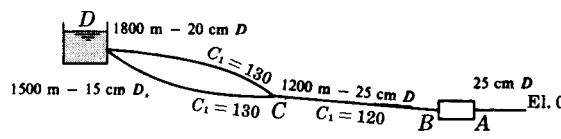

Fig. 8-14
34. En la Fig. 8-14, cuando las alturas de presión en A y B son de 3,0 m y 90,0 m, respectivamente, la bomba AB está comunicando al sistema una potencia de 100 CV. ¿Qué elevación puede mantenerse en el depósito D ?